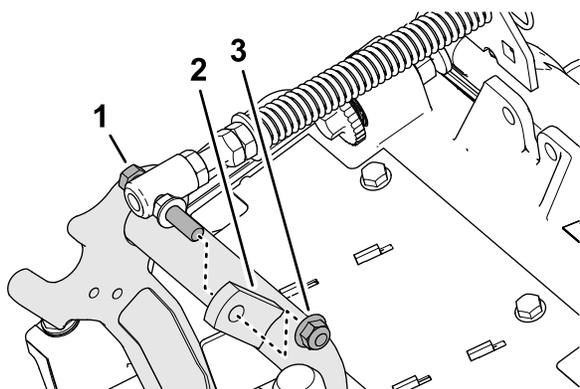

Figura 12
3. Rimuovete il dado di bloccaggio flangiato ($\frac{3}{8}$ ") che fissa il bullone senza dado della molla di compensazione per il manto erboso all'aletta destra del telaio portante e rimuovete la molla di compensazione dall'apparato di taglio (Figura 12).